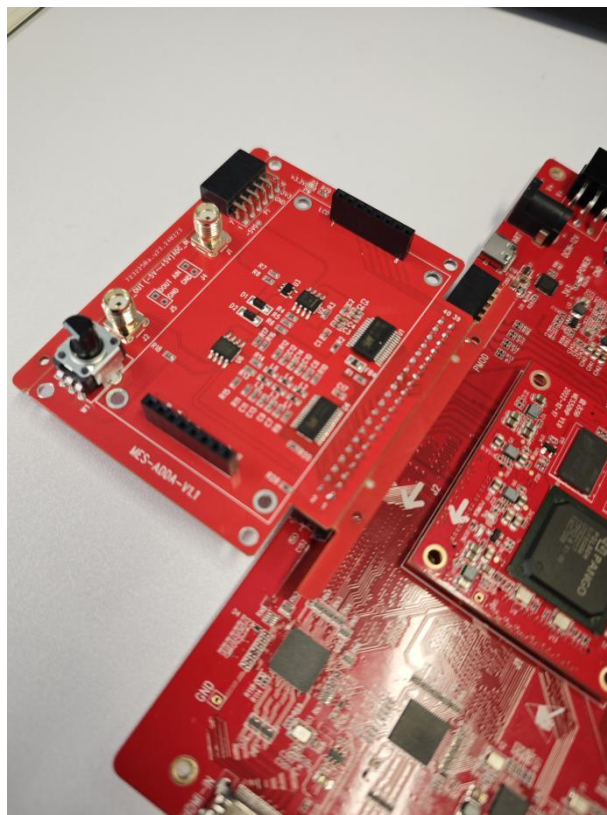

图 8 步骤 1
- 1、将 MES-ADDA 模块插入到 FPGA 开发板上（40pin 扩展脚位置），如图 8。